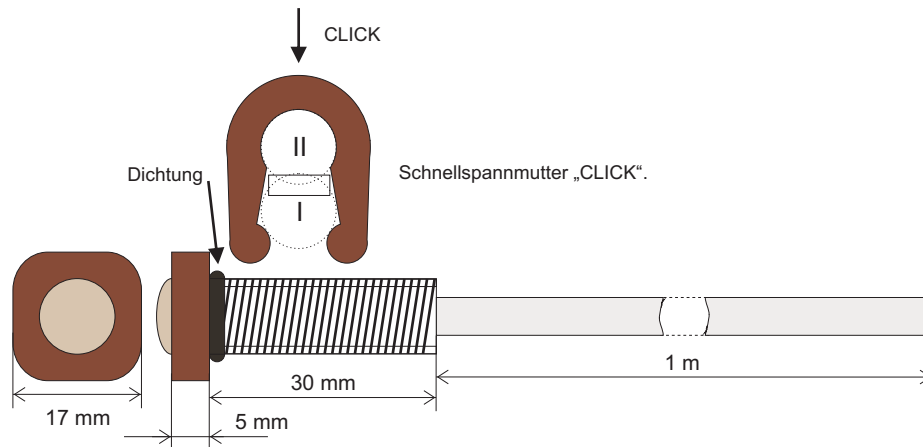

Abb. 1. Lichtempfindlicher Sensor Design und Abmessungen.
2. Montieren Sie den SENSOR mit der speziellen "KLIK"-Mutter. Die Mutter ist so konstruiert, dass sie eine schnelle Montage ermöglicht. Sie hat zwei Zonen, I und II (Abb. 1). Im Schaltkasten muss ein Loch mit einem Durchmesser von 10 mm gebohrt werden, an einer durch Sonnenlicht beleuchteten Stelle. Die Wandstärke für den Einbau darf 25 mm nicht überschreiten. Drücken Sie nach dem Einbau des SENSORS in das Loch die Mutter des SENSORS in Zone I und nachdem Sie ihn entlang des SENSORS zur Wand des Verteilerkastens bewegt haben, schieben Sie die Mutter in Zone II. In Zone II hat die „KLIK“-Mutter ein